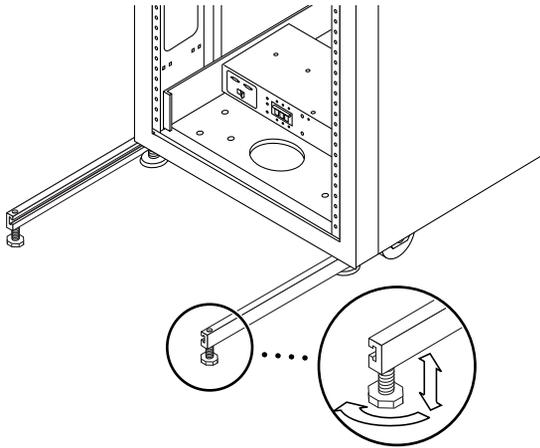

图 2-4 调节稳定支脚上的水准支垫
5. 使用调平扳手调节每一个稳定支脚上的支垫，使其触地（图 2-4）。